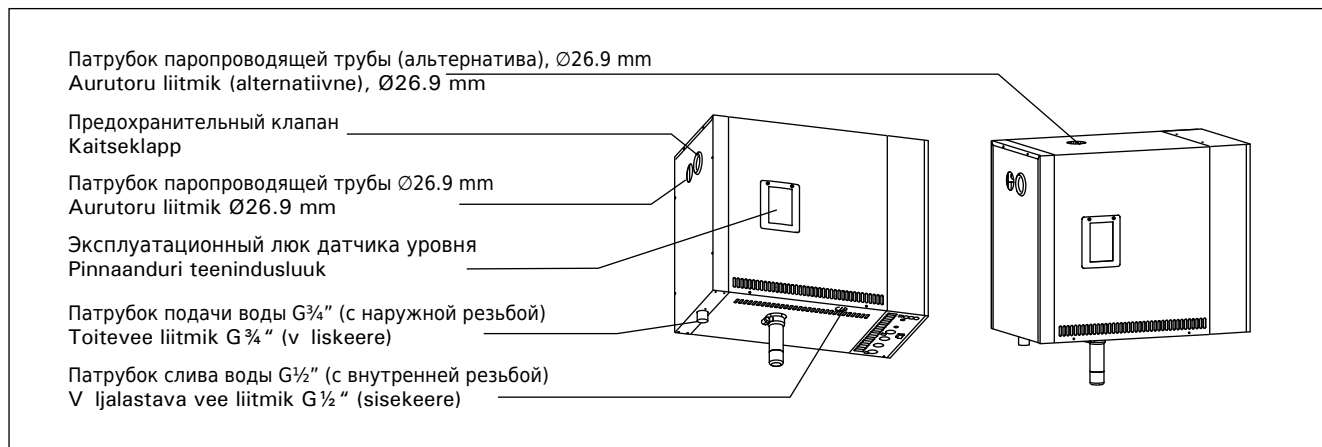

Рисунок 6. Схема соединений парогенератора
Смотрите рисунок 6. Трубу для слива воды следует вывести к стоку в канализацию.
**!** Пар должен беспрепятственно выходить из сопел. В случае блокировки паровых сопел и/или паропроводящих труб пар выходит из предохранительного клапана (рисунок 6).